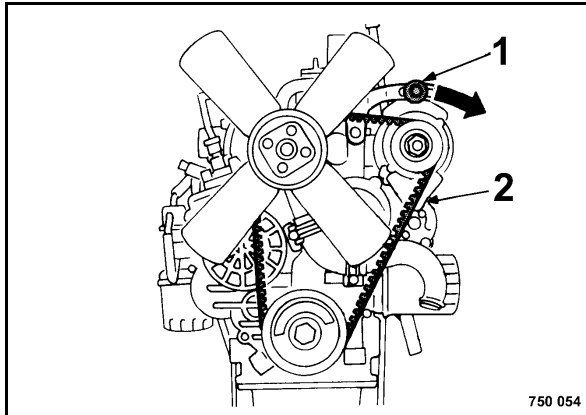

Fig. 102
- Soltar ligeramente los tornillos de fijación 1 y 2 (Fig. 102).